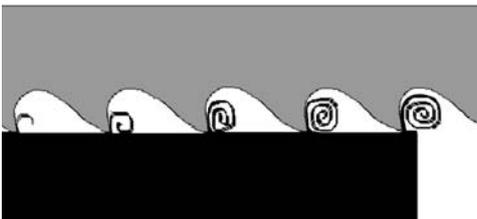

Abb. 10-1: Wahl der Sägebandzahnteilung
- Teile mit großem Querschnitt und massive Werkstücke benötigen eine breitere Verzahnung, sodass ein größeres Spanabnahmenvolumen erzielt wird und die Zähne besser in den Werkstoff eindringen können (Abb. 10-1).